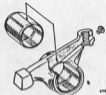

Abb. A.3
- Die Buchsenmitte oben wie auf Abbildung A 3 dargestellt in Stellung bringen.